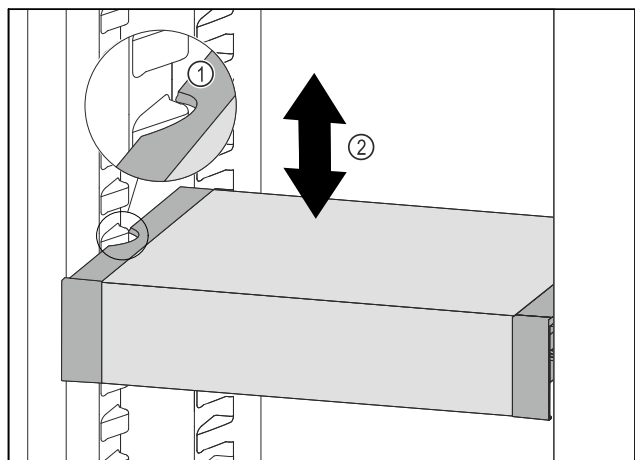

Fig. 137
- ▶ Изтеглете VarioSafe напред, докато страничните прорези на VarioSafe се намират на височината на ребро на съда в хладилната част. Fig. 137 (1)
- ▶ Преместете VarioSafe нагоре или надолу в хладилната част, докато се достигне желаната височина. Fig. 137 (2)